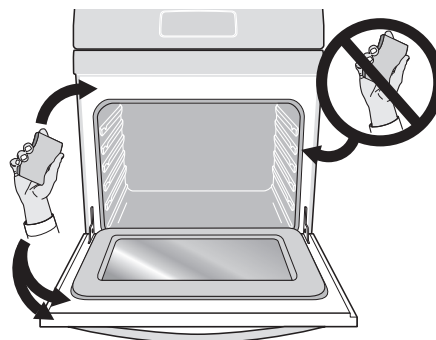

Figure 23 : Nettoyer la partie autour du joint de la porte du four
- Ne nettoyez pas le joint de la porte du four (Figure 23). Le joint tissé est essentiel à la bonne étanchéité du four. Prenez soin de ne pas frotter, endommager ou retirer le joint. N'utilisez aucun produit de nettoyage sur le joint de la porte. Vous risqueriez de l'endommager.
- Nettoyez toute saleté sur le cadre du four, le revêtement de la porte autour du joint et la petite surface située au centre, devant, sur la sole du four. Ces zones chauffent suffisamment pour que la saleté y brûle. Nettoyez-les avec de l'eau et du savon. Ces zones sont indiquées en blanc (Figure 23).